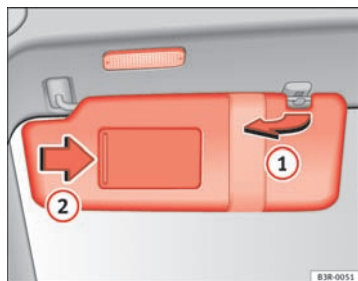

Fig. 99 Pare-soleil
Vous pouvez dégager les pare-soleil ① du conducteur et du passager avant de leur fixation au centre du véhicule et les rabattre contre les portes ⇒ fig. 99.